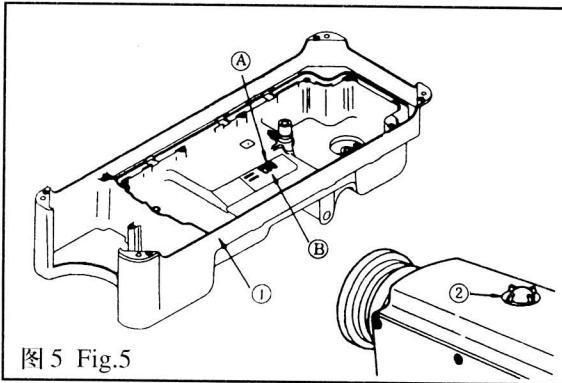
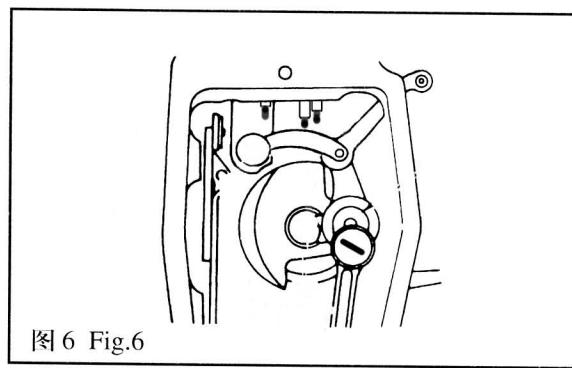

图 5 Fig.5
图 6 Fig.6
2. 机器的润滑(图 5、图 6)
2. LUBRICATION (Fig.5, Fig.6)
1. 润滑须知:(图 5)
- 1) 向油盘①内加缝纫机油(10号白油)至 HIGH 记号部位 A。(图 5)
- 3) 加油后, 开动机器, 应看到油液飞溅到油窗②上, 说明润滑正常。
2. 面部油量采用油线渗油的方法: (图 6)
1. Information on lubrication (Fig.5)
2. The amount of oil which supplied to the face plate parts can use oil wick to seep oil (Fig.6)